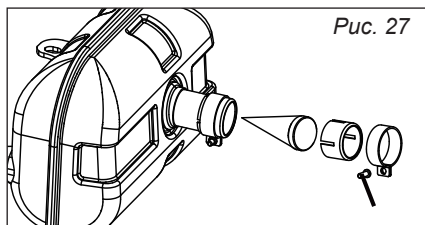

Рис. 27
2. Ослабьте болт, а затем снимите крышку глушителя, экран глушителя и искрогаситель, рис. 27.